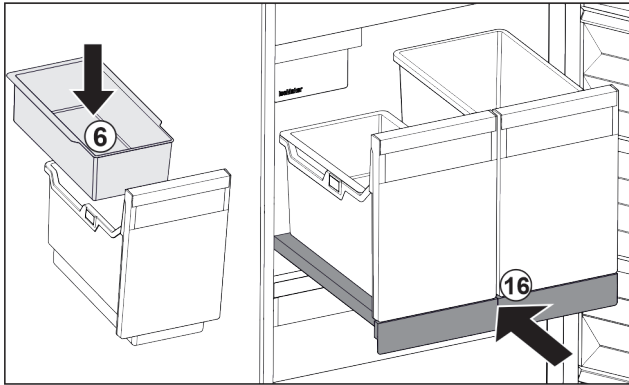

Fig. 29
- ▶ Inhangschaal Fig. 29 (6) voor ijsblokjes aanbrengen.
- ▶ Uitschuifplateau met bak (IceTower) er inschuiven. Fig. 29 (16)